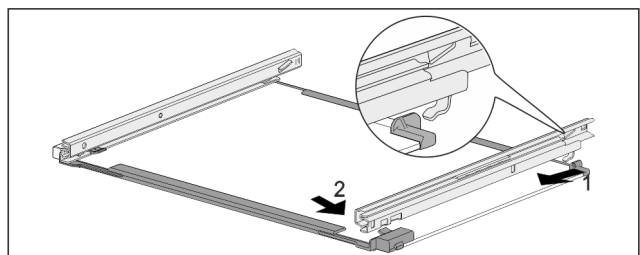

Fig. 165 Glasplatte mit Schienen
- ▶ Schiene hinten einhaken. Fig. 165 (1)
- ▶ Schiene vorne einrasten. Fig. 165 (2)